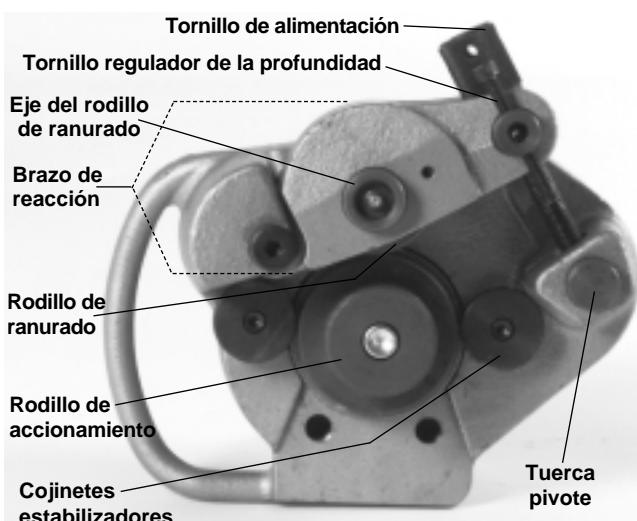

Figura 2 – Rodillo de ranurado "levantado" del rodillo de accionamiento
1. Sobre un banco o en el suelo, gire el tornillo de alimentación hacia la izquierda para "levantar" el rodillo de ranurado del rodillo de accionamiento (Figura 2).